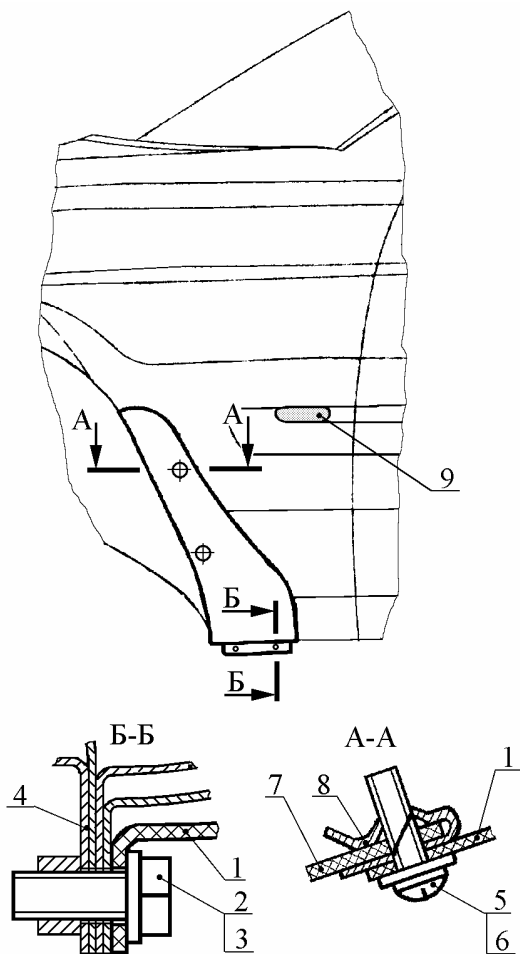

Рис. 43. Снятие фартука крыла:
11.1.2. Снять фартук 1 (рис.43) правого крыла, вывернув два винта 5 и два болта 2 с шайбами 3 и 6